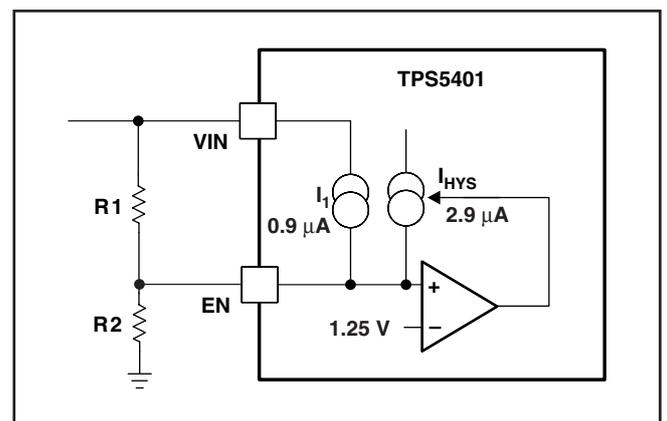

図 28. 調整可能な低電圧ロックアウト (UVLO)
VINピンの電圧が2.5Vを下回ると、TPS5401はディスエーブルになります。アプリケーションで、より高い値での低電圧ロックアウト (UVLO) を必要とする場合は、図28のようにENピンを使用し、2個の外付け抵抗で入力電圧UVLOを調整します。UVLO調整抵抗の使用は必須ではありませんが、一貫したパワーアップ動作を実現するために強く推奨します。ENピンには0.9 $\mu$ Aの内部プルアップ電流源I1があり、ENピンがフローティングのときにTPS5401が動作するデフォルト状態を提供します。ENピンの電圧が1.25Vのイネーブル・スレッシュホールド電圧 (VENA) を超えると、2.9 $\mu$ Aのヒステリシス (IHYS) が追加されます。この追加電流により、入力電圧のヒステリシスを実現できます。入力電圧の外部ヒステリシスは、式 (2) を使って設定します。入力スタート電圧は、式 (3) を使って設定します。